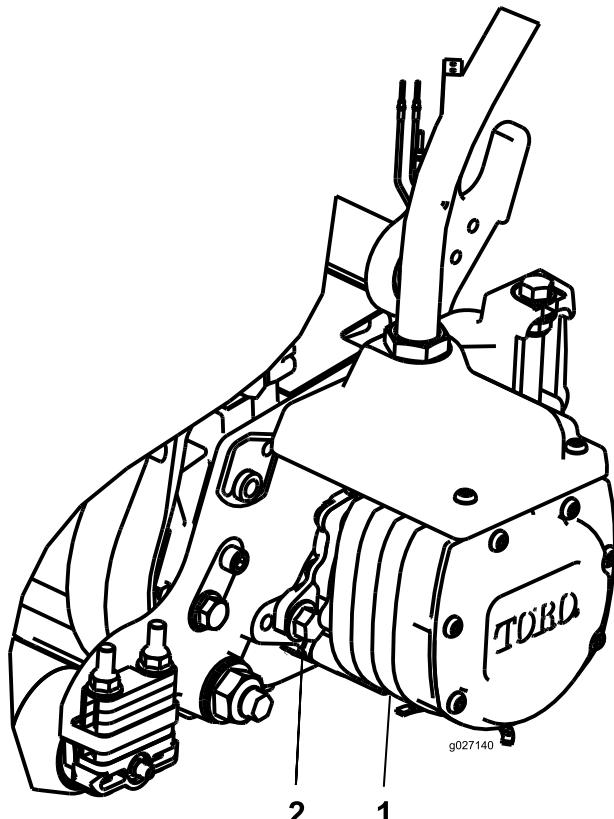

Figura 10
- 14. Instale o motor rodando-o no sentido dos ponteiros do relógio de forma a que as flanges do motor se afastem dos parafusos (Figura 10).